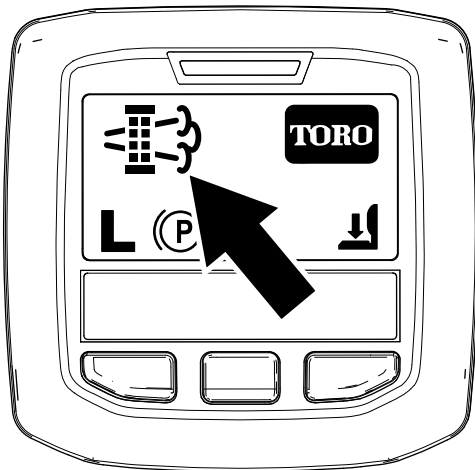

Figure 43
- Quand le calculateur moteur demande une régénération en stationnement ou une régénération d'urgence, l'icône de demande de régénération (Figure 43) s'affiche sur l'InfoCenter.